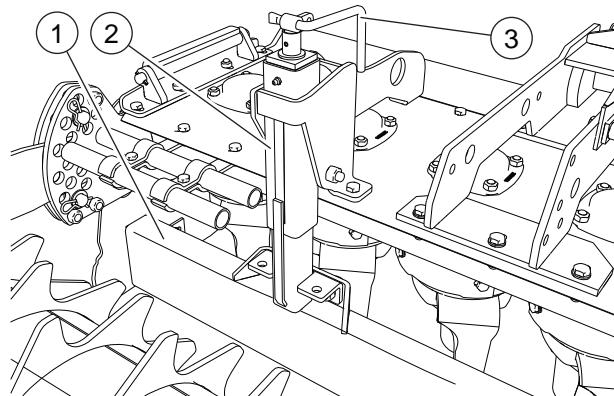

FIG. 35
Die Kreiselegge ist zur Ebnung oder Lockerung des Erdbodens mit einem Nivellierbalken ausgestattet (1, "Fig. 35"), der hinter den Zähnen montiert ist und dessen Höhe sich durch Kurbelschrauben verstehen lässt (2, "Fig. 35"). Es ist ratsam, die Arbeit mit der Planierschiene in hoher Position zu beginnen. Darauf die Position der Schiene regulieren, indem man die Kurbel (3) bis zur gewünschten Position dreht. Während der Einstellung diesen so genau wie möglich auf gleicher Höhe zum Erdboden halten.